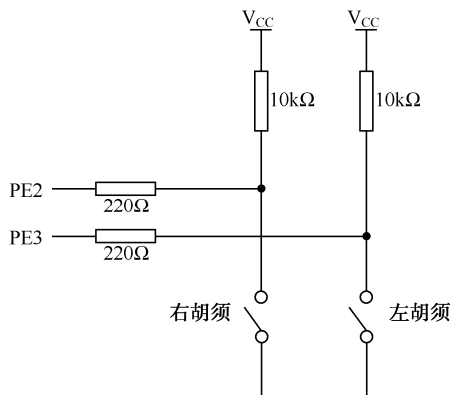
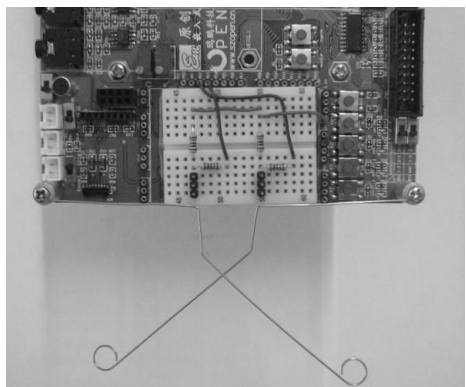
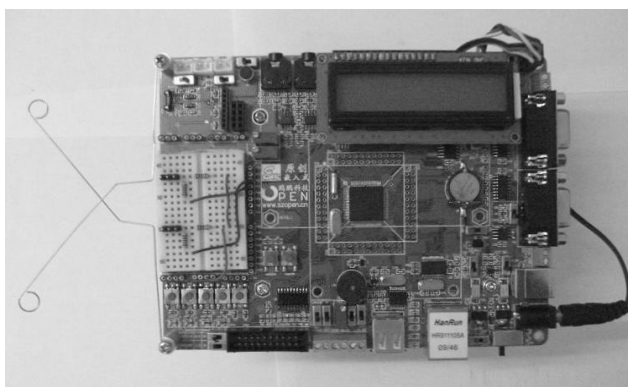

图 4.5 胡须电路示意图
图 4.6 胡须接线图
图 4.7 安装好触觉胡须的教学开发板
- (1) 螺钉依次穿过 M3 尼龙垫圈和 13mm 圆形立柱。
- (2) 螺钉穿过主板上的圆孔之后, 拧进主板下面的支架中, 但不要拧紧。
- (3) 把须状金属丝的其中一个钩在尼龙垫圈之上, 另一个钩在尼龙垫圈之下, 调整它们的位置, 使它们横向交叉但又不接触; 拧紧螺钉到支架上。
- (4) 参考接线图 4.5, 搭建胡须电路。注意: 右边胡须状态信息输入是通过 PE 口的第 1 引脚完成的, 而左边胡须状态信息输入是通过 PE 口的第 0 引脚完成的。
- (5) 确定两条胡须比较靠近, 但又不接触面包板上的 3-pin 头, 推荐保持 3mm 的距离。
- 如图 4.6 所示是实际的参考接线图。安装好触觉胡须的教学开发板如图 4.7 所示。
观察图 4.5 所示的胡须电路示意图，显然每条胡须都是一个机械式的、接地常开的开关（类似按键）。胡须接地（GND）是因为教学板外围的镀金孔都连接到 GND。金属支架和螺钉提供电气连接给胡须。
通过编程让单片机探测什么时候胡须被触动。由图 4.5 可知，连接到每个胡须电路的 I/O 引脚监视着 $10\text{k}\Omega$ 上拉电阻上的电压变化。当胡须没有被触动时，连接胡须的 I/O 引脚的电压是高电平；当胡须被触动时，I/O 短接到地，所以 I/O 引脚的电压是低电平。
上拉电阻就是与电源相连，起到拉高电平作用的电阻。此电阻还起到限流的作用，如图 4.5 中的 $10\text{k}\Omega$ 电阻即为上拉电阻。与之对应的还有“下拉电阻”，它与“地（GND）”相连，可把电平拉至低位。
- 检查图 4.5，弄清楚哪条胡须是左胡须，哪条是右胡须；